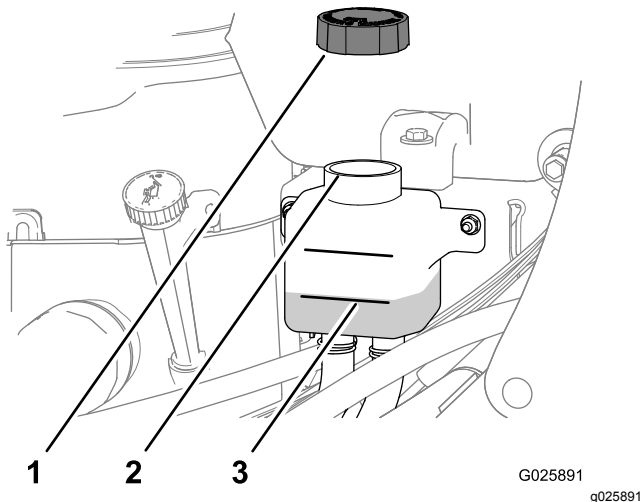

Figura 5
3. Compruebe el nivel de fluido hidráulico del depósito de expansión (Figura 5).
4. Si es necesario, añada el fluido para transmisión especificado hasta que el nivel de fluido llegue a la línea Full Cold del depósito de expansión (Figura 5).